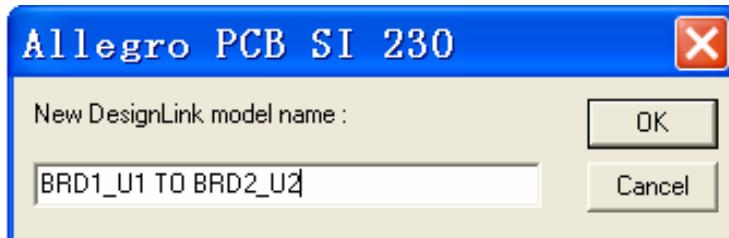

图 7-10 输入新的 DesignLink 名
- 2、输入新的 DesignLink 模型名，点击 OK。（图 7-10）